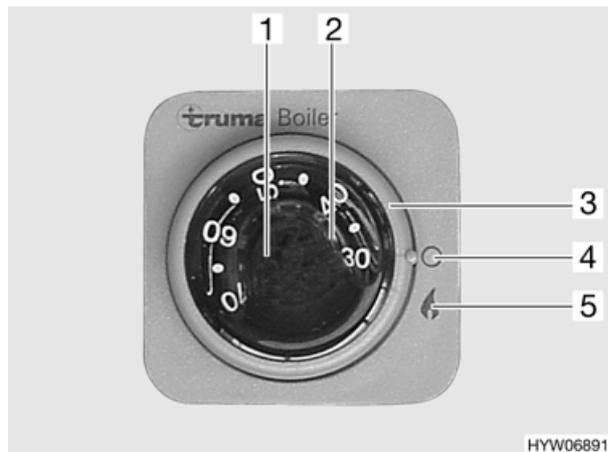

Fig. 46 Interruttori di comando per boiler Truma
- Accendere il boiler agendo sull'interruttore girevole (Fig. 46,3) posizionandolo su "▲" (Fig. 46,5). La luce spia verde "Funzionamento" illumina la manopola (Fig. 46,1). In caso di guasto si accende la luce spia rossa (Fig. 46,2) (vedi capitolo 14).
- Impostare con la manopola (Fig. 46,1) la temperatura desiderata dell'acqua.
- Ruotare l'interruttore girevole (Fig. 46,3) su "○" (Fig. 46,4).
In caso di guasto si accende la luce spia rossa (Fig. 46,2) (vedi capitolo 14).
- Spegner il boiler. Ruotare del tutto a sinistra la manopola (Fig. 46,1).